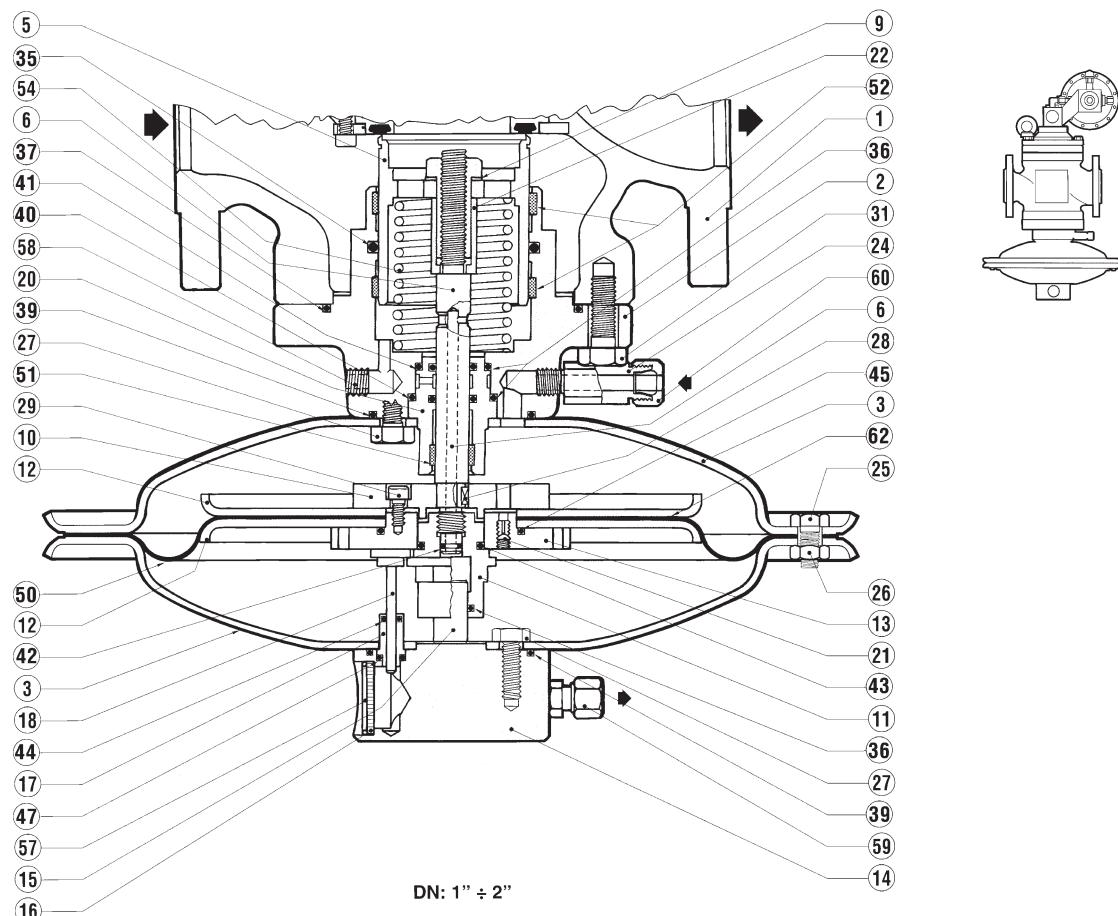

Fig. 25
- zuerst die Baugruppe aus Welle (114) und Hebel (118) einsetzen;
- beim Einsetzen der Ventileinheit in das Stellgliedgehäuse den Ventilschieber möglichst geradlinig einsetzen, um auch kleinste Beschädigungen an der Dichtkante zu vermeiden und besonders darauf achten, daß die Welle (114) gegen den Uhrzeigersinn bis zum Anschlag gedreht ist;
- den kleinen Flansch (119) mit den dazugehörigen Bauteilen befestigen;
- den Hebel (116) auf die Welle (114) aufsetzen. Es ist wichtig, sicherzustellen, dass sich der Hebel bei geöffnetem SAV in waagerechter Position befindet und dass er bei SAV in Schließstellung um ca. 45-60° geschwenkt, schräg nach oben steht.
7.4 PROCEDURA DI MANUTENZIONE MONITOR PM/182 (FIG. 25)
7.4 PM/182 MONITOR MAINTENANCE PROCEDURE (FIG. 25)
7.4 WARTUNGSANWISUNGEN FÜR DEN MONITOR PM/182 (ABB. 25)
- Montar em primeiro lugar o conjunto do veio (114) e alavanca (118) ;
- Na montagem do conjunto do obturador no corpo, manter o movimento bem alinhado para não danificar a sede. Igualmente ter em atenção que o veio (114) está completamente rodado no sentido contrário ao dos pont. do relógio.
- Montar a pequena flange (119) e equipamentos associados.
- Montar a alavanca (116) no veio (114) . É importante verificar que, quando a válv. de segurança está aberta a alavanca fica na posição horizontal, quando a válv. está fechada a alavanca fica vertical.
7.4 PROCEDURE DE MAINTENANCE DU MONITOR PM/182 (FIG. 25)
7.4 OPERACIONES DE MANTENIMIENTO DEL MONITOR PM/182 (FIG. 25)
7.4 OPERAÇÃO DE MANUTENÇÃO DO MONITOR PM/182 (FIG. 25)